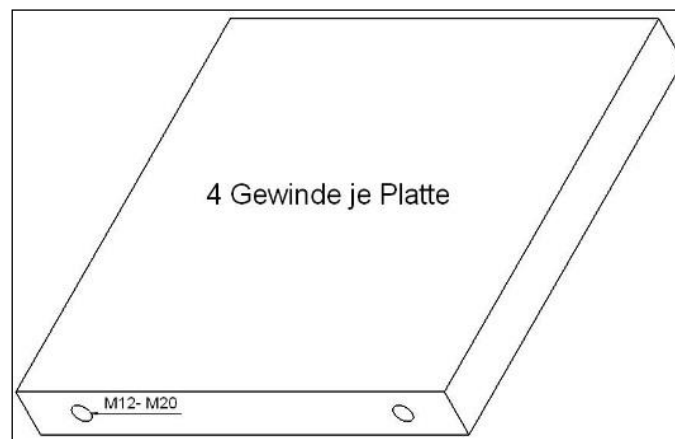
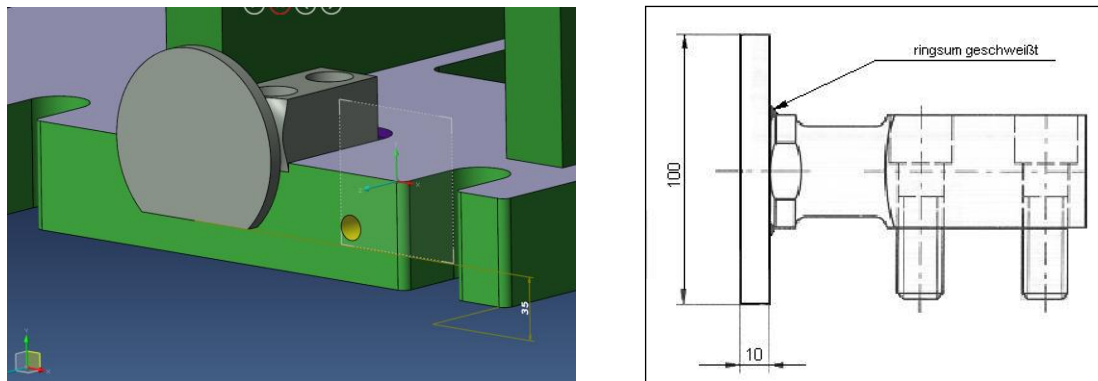

Abbildung 4: Platte
Abbildung 5: Tragezapfen (Steinel)
8.2.2. Um das ausbauen und wenden der einzelnen Werkzeugplatten zu erleichtern sind an diesen seitlich Gewindebohrungen (M12, M16, M20) möglichst weit auseinander anzubringen. Dieses betrifft nur Aufbauplatten, Grundplatte, Führungsplatte und Kopfplatte (siehe Abbildung 4: Platte).
8.2.3. Um das Wenden und Transportieren von Werkzeugen, deren Gewicht 500 Kg überschreitet zu erleichtern, sind Tragezapfen mit Scheibe von Fa. Steinel Normalien AG an das Werkzeugoberteil und Unterteil anzubringen (siehe Abbildung 5: Tragezapfen (Stinel)Abbildung 4: Platte).